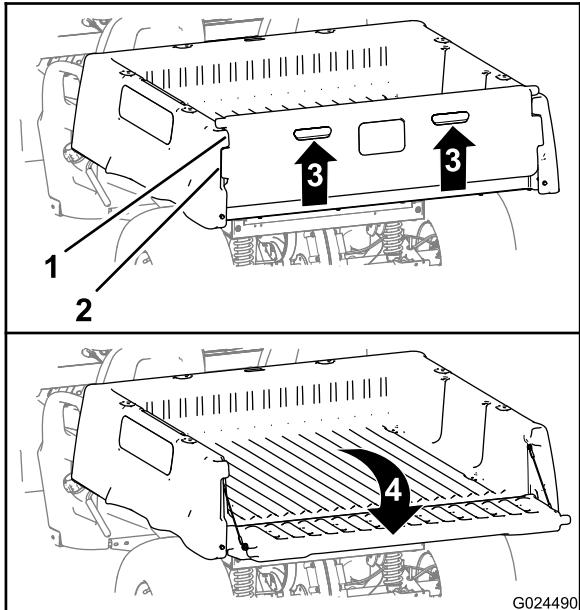

Figura 13
- Levante nos locais indicados no painel traseiro da porta traseira (Figura 13).
- Alinhe as flanges de bloqueio na porta traseira com as aberturas entre as flanges da porta traseira na caixa de carga (Figura 13).
- Rode a porta traseira para trás e para baixo (Figura 13).
- Rode a porta traseira para cima e para a frente até as flanges de bloqueio estarem justas ao espaço da porta na caixa de carga (Figura 13).
- Baixe a porta traseira até ficar assente na parte de trás da caixa de carga (Figura 13).